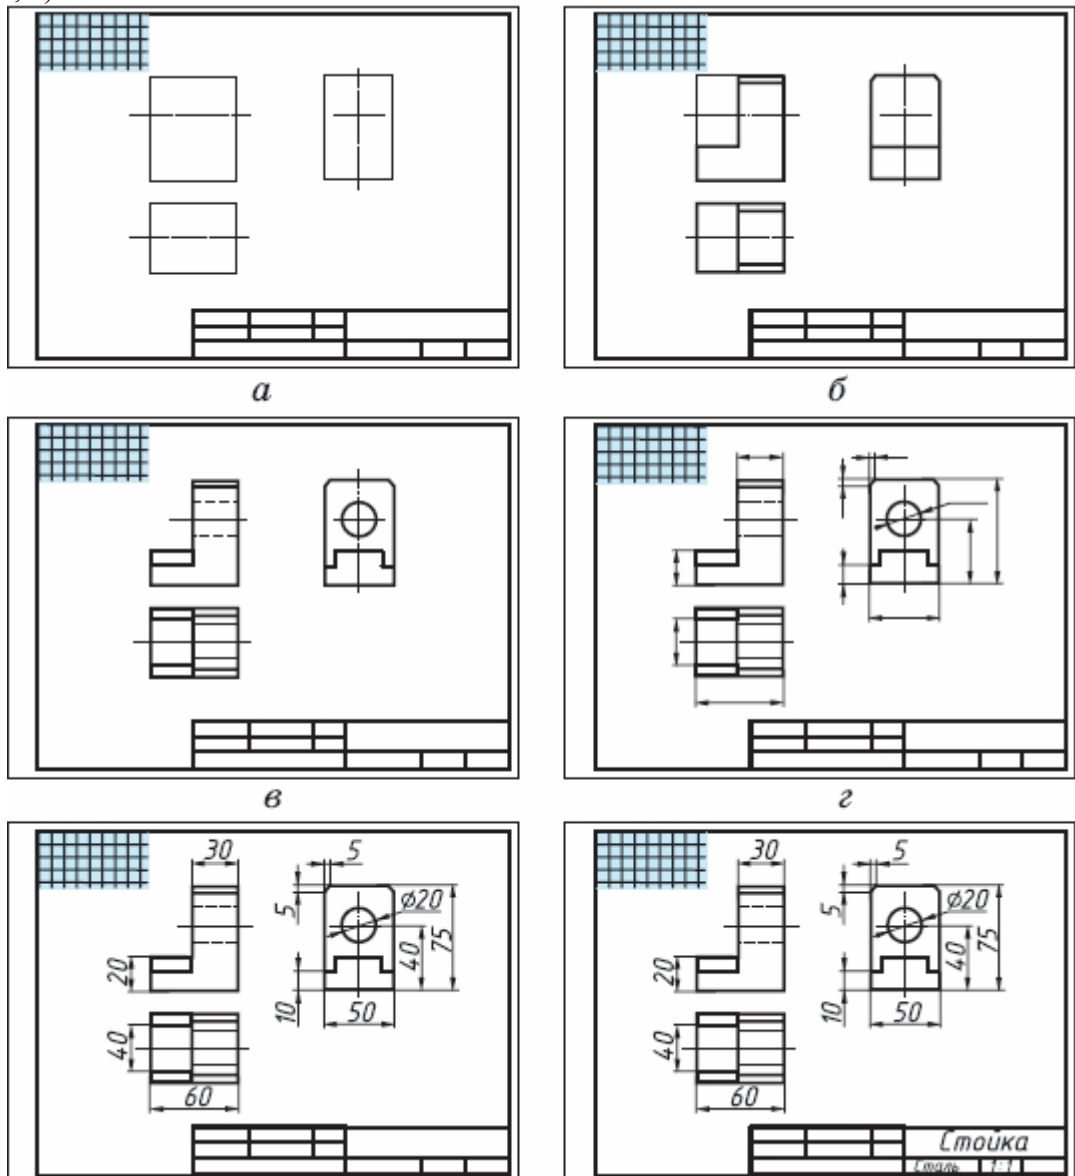

Рисунок 48 - Порядок выполнения эскиза детали
Ход работы: Строят изображения детали на эскизе в такой последовательности (рис. 48).
2. Определяют, как лучше разместить изображения на поле чертежа, и вычерчивают тонкими линиями габаритные прямоугольники. При необходимости проводят осевые и центровые линии (рис. 48, а).
3. Наносят на видах внешние (видимые) контуры детали (рис. 48, б).
4. Штриховыми линиями изображают невидимые части и элементы детали (рис. 48, в).
5. Наносят выносные и размерные линии (рис. 48, г).
7. Заполняют основную надпись (рис. 48, е), где указывают название детали, материал, из которого она изготовлена, другие сведения.
9. Выполните аксонометрическую проекцию модели от руки, выбрав начало координат и соблюдая его пропорции, рис.48;